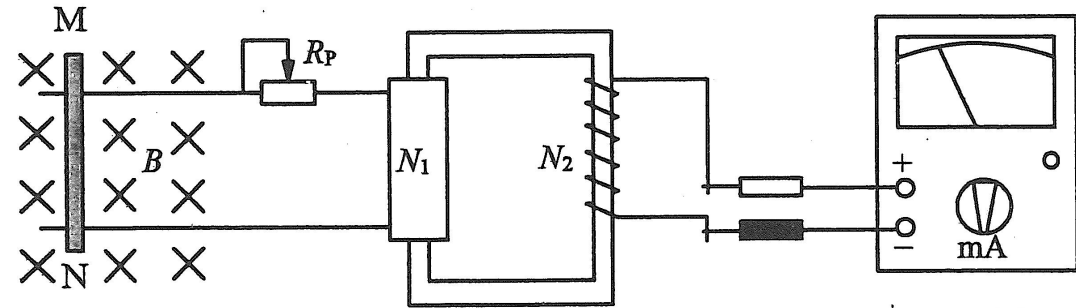

图2-6
6. 如图2-6所示电路中，导体  $MN$  处于磁场  $B$  中在导轨上向右滑动，同时  $R_p$  向右均匀滑动，此时万用表的指针偏转如图所示，请问：